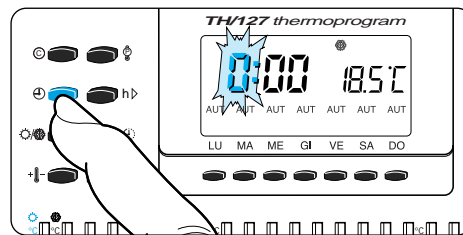

Fig. 12
5.2 - Premere il pulsante ⊕ (fig. 12).